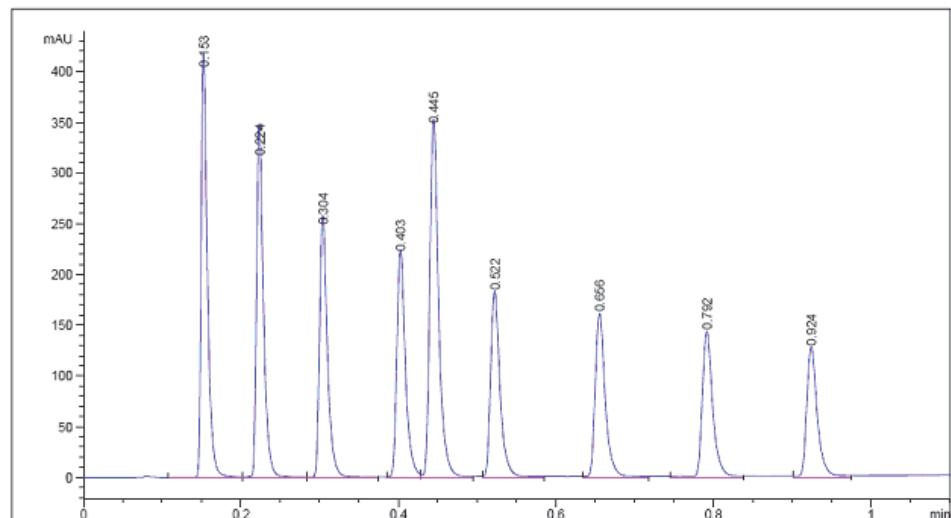

Figura 33 Esempio di cromatogramma della miscela campione contenente fenoli utilizzando le condizioni di Avvio rapido
- 6 L'iniezione viene eseguita e il cromatogramma appare nel **Online Plot**. L'acquisizione dei dati si fermerà quando viene raggiunto il **Stop Time**. Il cromatogramma dovrebbe risultare simile a quello della **Figura 33**, pagina 108, tuttavia l'asse del tempo sarà più lungo in quel caso perché quella analisi è stata eseguita in condizioni di velocità quattro volte maggiore rispetto a queste.